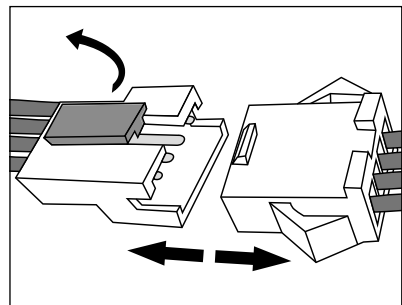

Afb. 16
- 1) Draai de beide schroeven van de klep van het accuvak ②⑨ (zie afb. 16) aan de onderkant van het apparaat los met een kruiskopschroevendraaier en haal ze uit het apparaat. Haal de klep van het accuvak ②⑨ van het apparaat af.